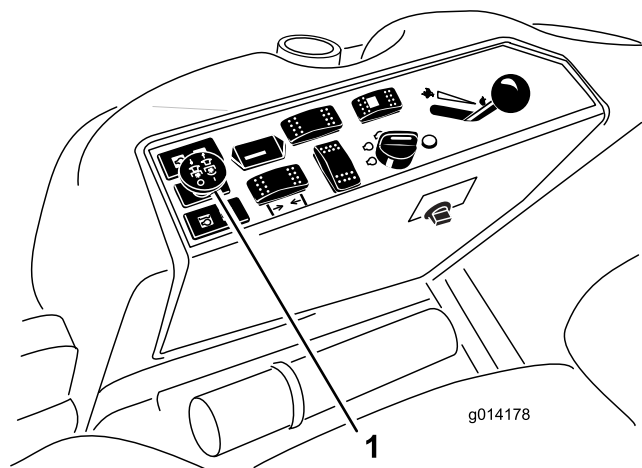

図 17
3. PTO スイッチを引くと PTO が作動を開始する（図 17）。